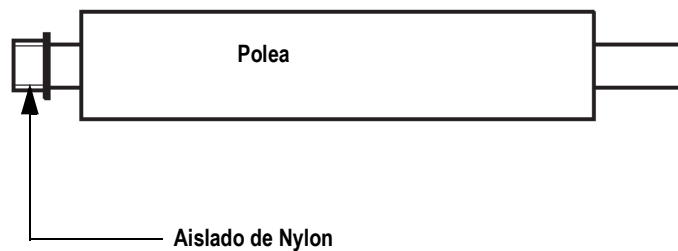

Figura 2-5. Método de Aislamiento con Funda de Plástico
El método mostrado en la Figura 2-5 requiere maquinarse el extremo de las flechas de las poleas a un diámetro menor para colocar una manga de plástico a un diámetro menor para colocar una funda de plástico. El diámetro exterior de la funda deberá ser igual al diámetro interno del cojinete. Esta funda interrumpe la conexión eléctrica entre cojinete y flecha, evitando permanentemente el flujo de corriente eléctrica.
- Si se emplea el Método de Aislamiento con Funda de Plástico, (Figura 2-5 on pagina 8), el opresor de uno de los cojinetes deberá prolongarse para hacer contacto con la flecha. Esto requiere un taladrado a través de la funda e insertar un opresor con punta.